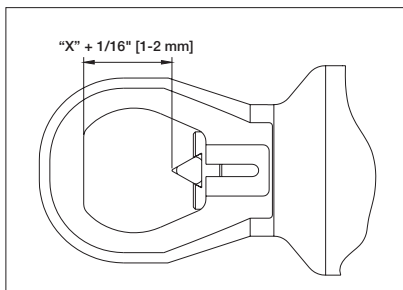

Figura 6
4. Gire o cabeçote de corte até que a distância da superfície plana do cabeçote à ponta da lâmina seja a mesma que a distância da porca ao parafuso medida anteriormente na Etapa 1 MAIS um adicional de 1 a 2 mm (1/16"). Veja a Figura 6.